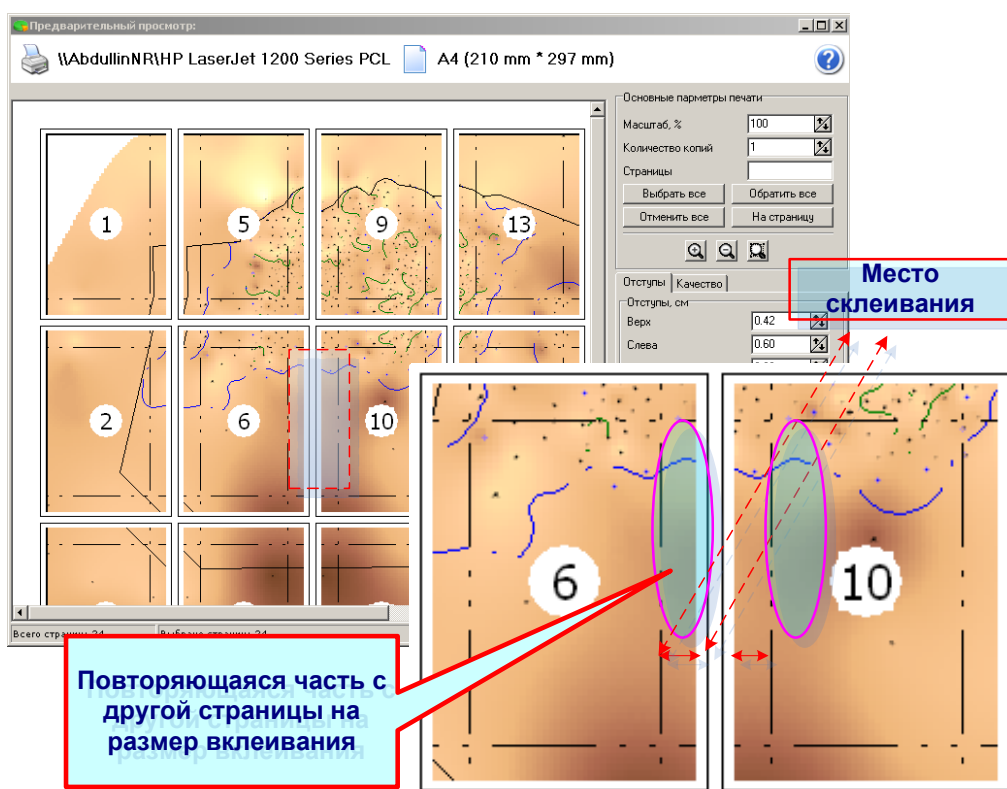

Рис. 98 – Пример наложения страниц
- «*Наложение*» - задаются отступы (в сантиметрах) по горизонтали и по вертикали от краев документа, по которым происходит склейка. Часть горизонтального или вертикального изображения с одного листа повторяется на другом листе на ширину, указанную в группе «*Наложение*» (см. рис. 98).